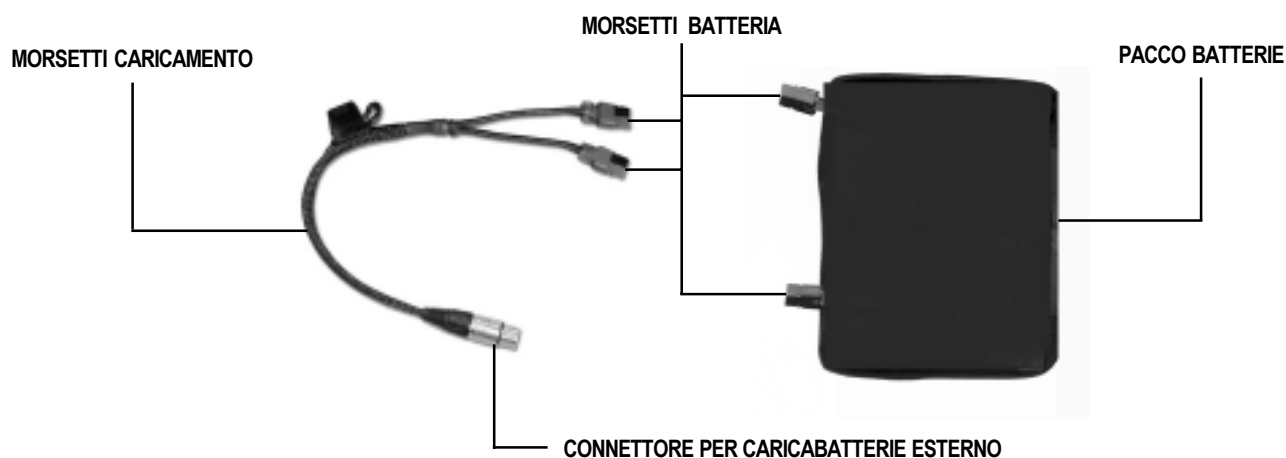

Figura 9. Collegamenti del caricabatterie esterno ai morsetti
- Collegare i morsetti di caricamento ai morsetti batteria, visibili all'esterno del pacco batterie. Si veda figura 9.